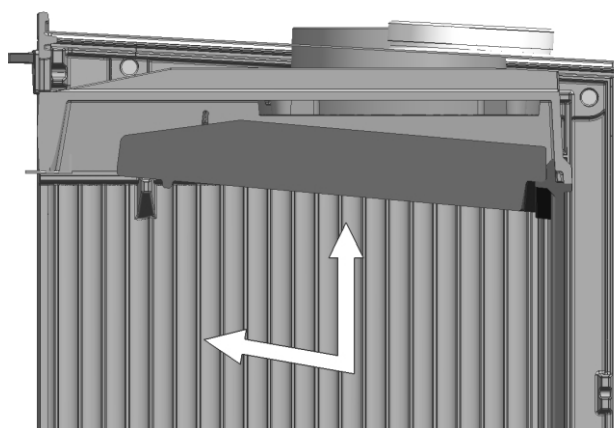

Fig. 1
1. A – Deslizar a placa deflectora para a frente e para cima até retirar os pivôs dos laterais dos alojamentos do próprio deflector (Fig.1)